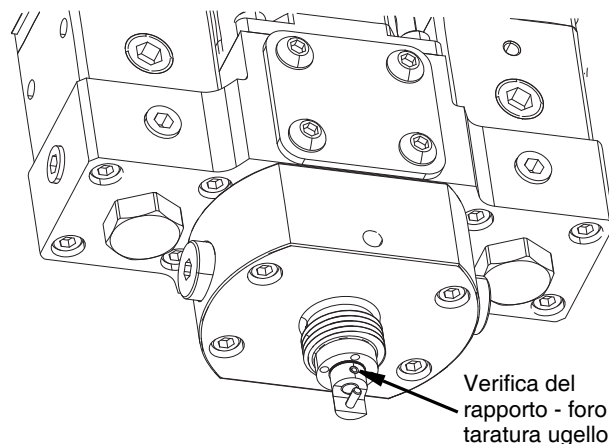

FIG. 23
7. Pulire l'ugello con un solvente compatibile. Assicurarsi che il foro di taratura dell'ugello per il controllo del rapporto sia privo di materiale. Vedere FIG. 23.